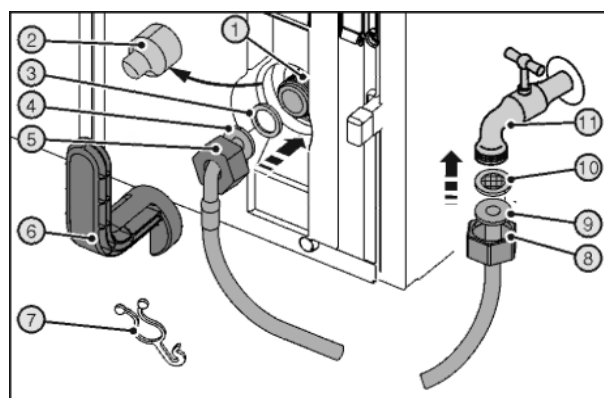

Fig. 27
- ▶ Снять крышку Fig. 27 (2).
- ▶ До конца сдвинуть гайку Fig. 27 (5) через конец шланга в виде угла Fig. 27 (4) и удерживать.
- ▶ Смочить уплотнение Fig. 27 (3) и вдавить в гайку Fig. 27 (5) на конце шланга в виде угла Fig. 27 (4).
- ▶ Уплотнение Fig. 27 (3) прилегает к концу шланга в виде угла Fig. 27 (4) и слегка поддерживается.
- ▶ Подсоедините к электромагнитному клапану Fig. 27 (1) гайку Fig. 27 (5) с расположенным на изогнутом в виде угла конце шланга Fig. 27 (4) уплотнением Fig. 27 (3).
- ▶ До конца сдвинуть гайку Fig. 27 (8) через прямой конец шланга Fig. 27 (9) и удерживать.
- ▶ Вставить ситовую ловушку Fig. 27 (10) в гайку Fig. 27 (8).
- ▶ Ситовая ловушка Fig. 27 (10) прилегает к прямому концу шланга Fig. 27 (9) и слегка поддерживается.
- Подсоедините к запорному крану Fig. 27 (11) гайку Fig. 27 (8) с расположенной на прямом конце шланга Fig. 27 (9) ситовой ловушкой Fig. 27 (10).
- Затяните подключения с помощью вспомогательного инструмента Fig. 27 (6) по часовой стрелке.
- Для хранения прикрепите вспомогательный инструмент Fig. 27 (6) с помощью накладки Fig. 27 (7) на шланге из высококачественной стали.